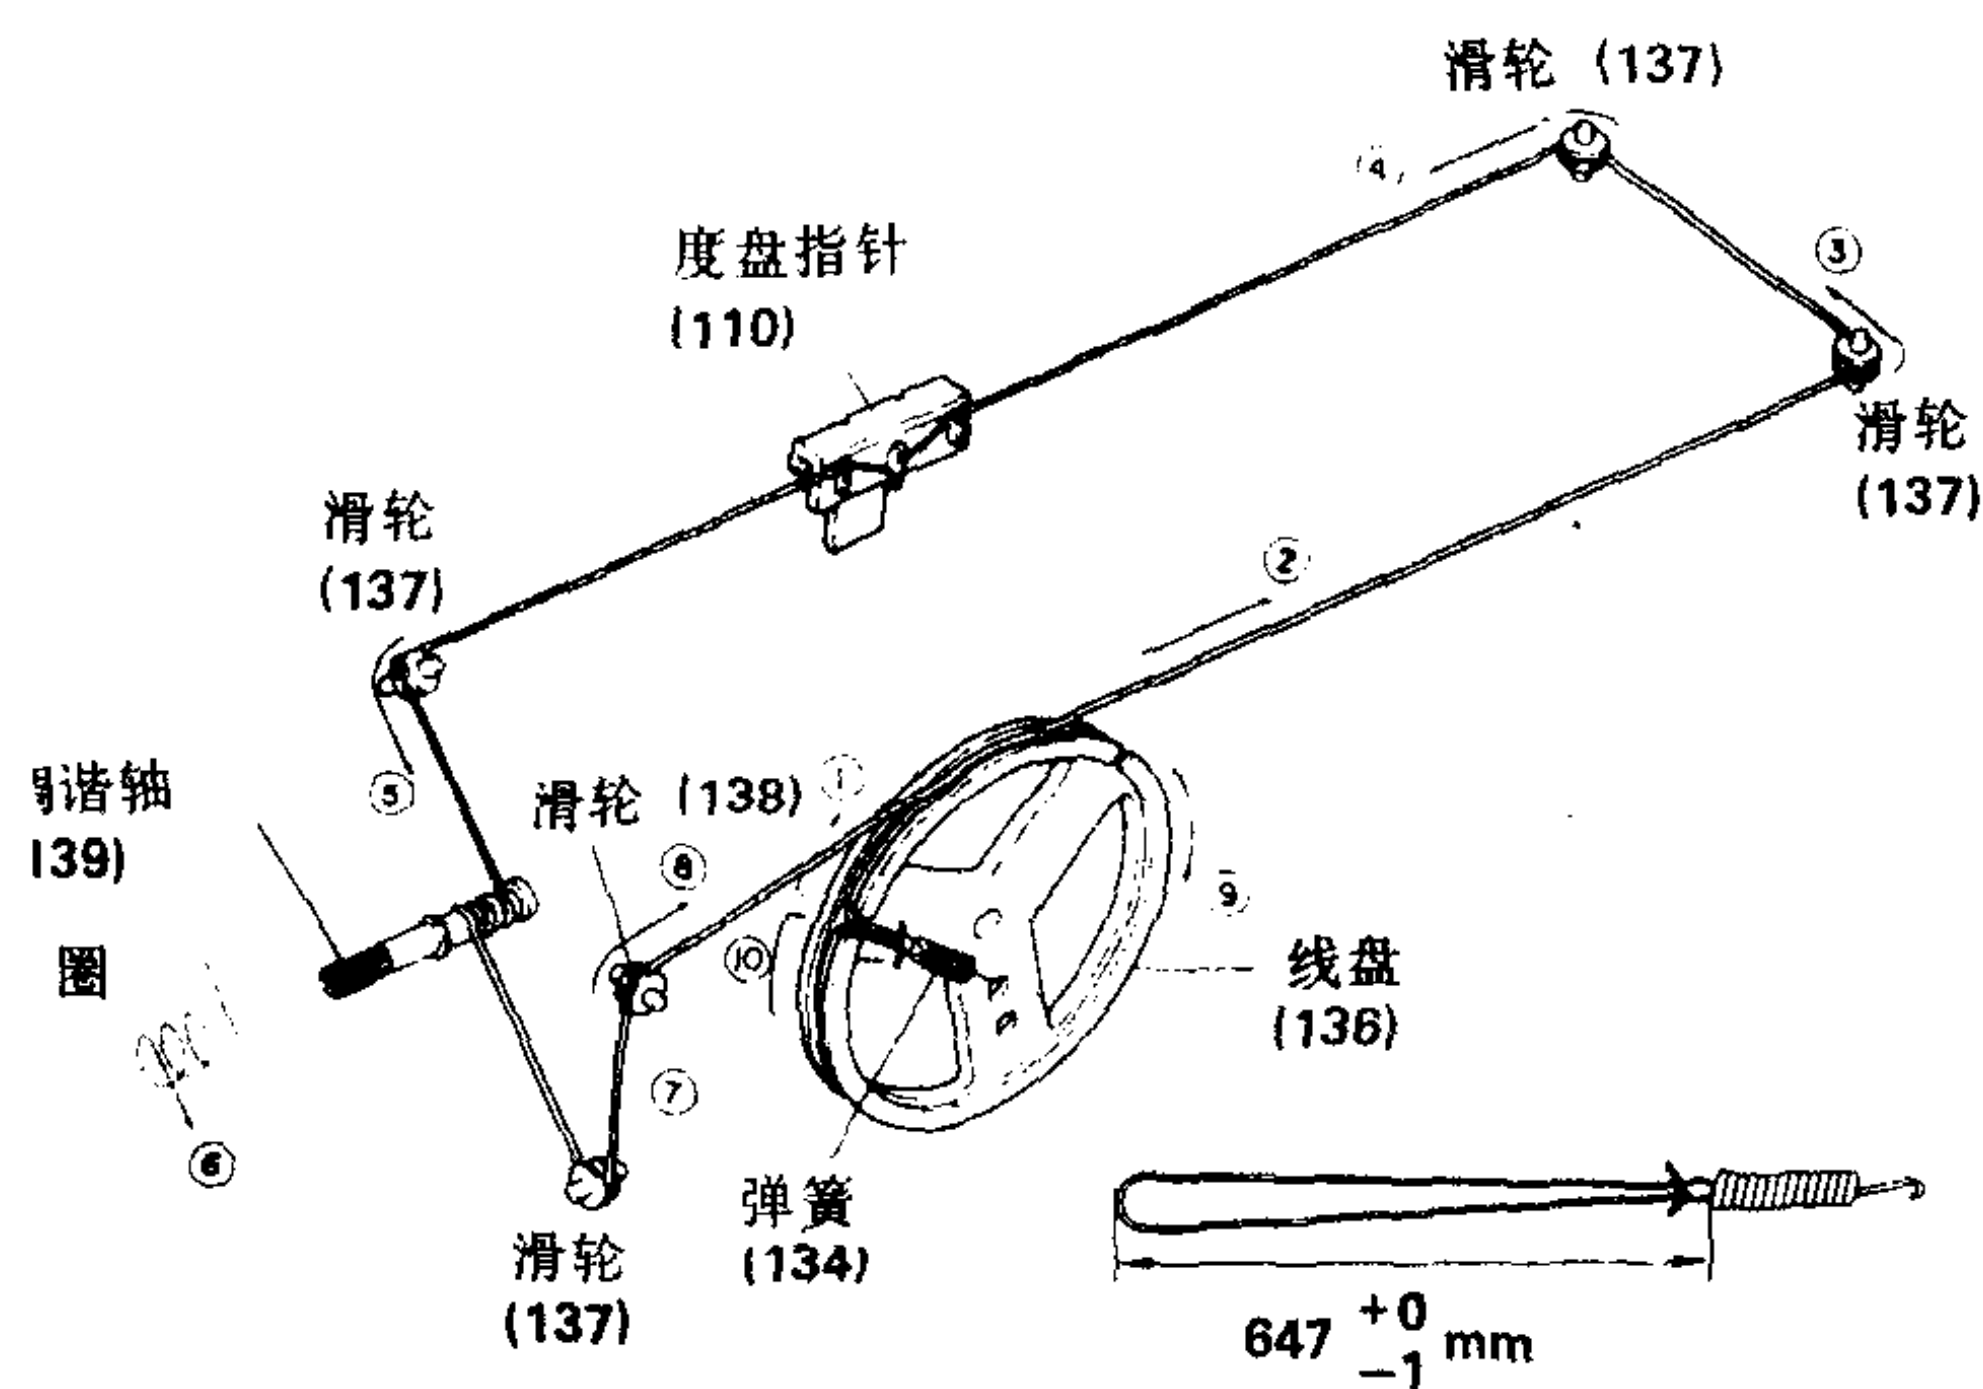

图1-1
1. 将线盘顺时针方向拧到头，并如图1-1所示号码顺序拉线。